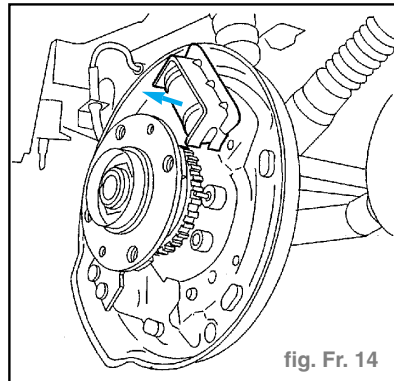

fig. Fr. 14
- Tirer légèrement le cylindre de roue. (fig. Fr. 14)